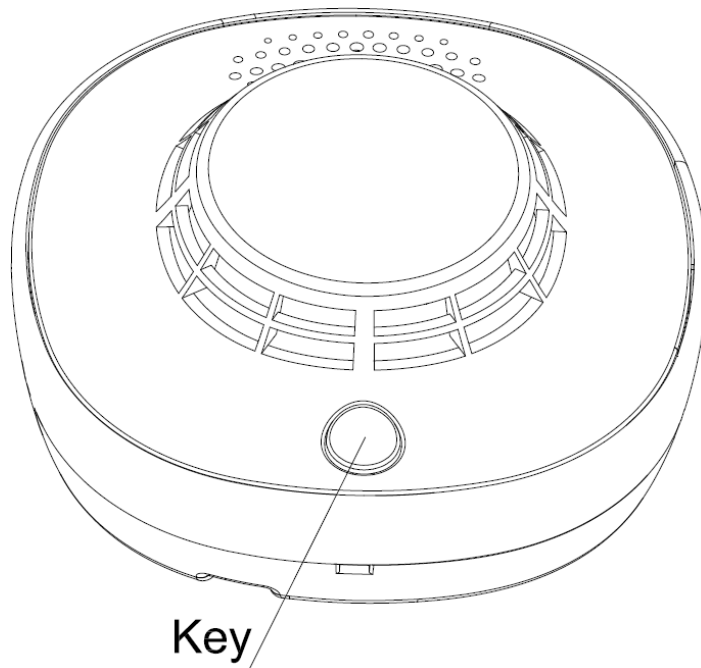

Figura 2-10
Paso 9 Presione la tecla en el anverso del detector, como se muestra en la Figura 2-10. Si la luz LED de alarma se enciende, significa que la alarma de detección funciona normalmente.